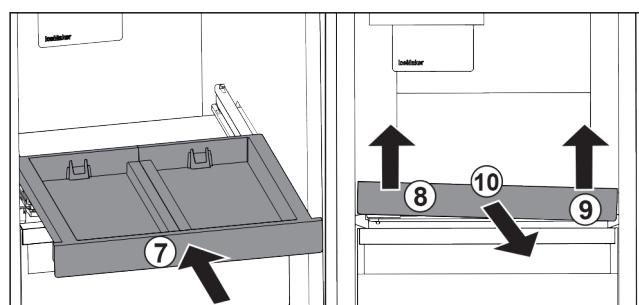

Fig. 106
- Вставьте выдвижную панель. Fig. 106 (7)
- Приподнимите выдвижную панель спереди слева. Fig. 106 (8)
- Приподнимите выдвижную панель спереди справа. Fig. 106 (9)
- Извлеките выдвижную панель движением вперед. Fig. 106 (10)